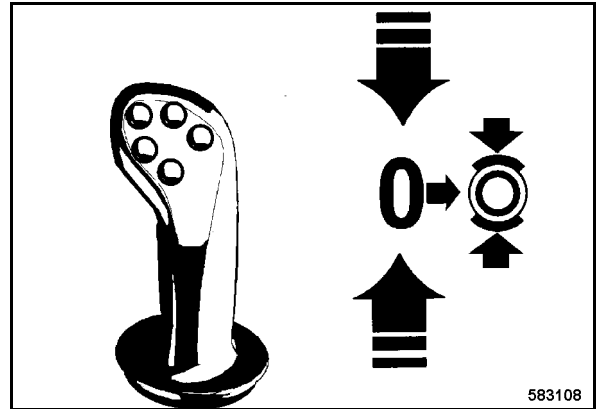

Fig. 99
- Encajar la palanca de marcha (Fig. 99) en posición de freno de estacionamiento.